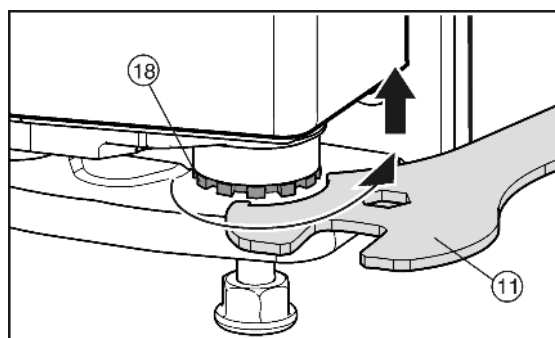

Fig. 13
- ▶ Za podizanje vrata izvijte prema desno svornjak ležaja *Fig. 13 (18)* pomoću priloženog viličastog ključa *Fig. 13 (11)*. U stanju isporuke svornjak ležaja je potpuno uvijen.